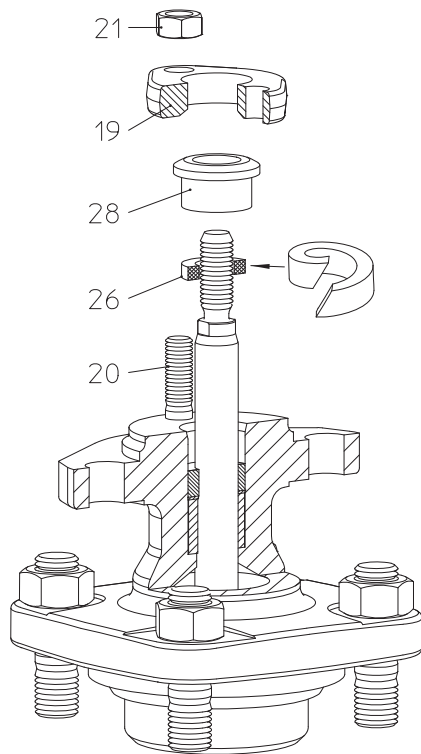
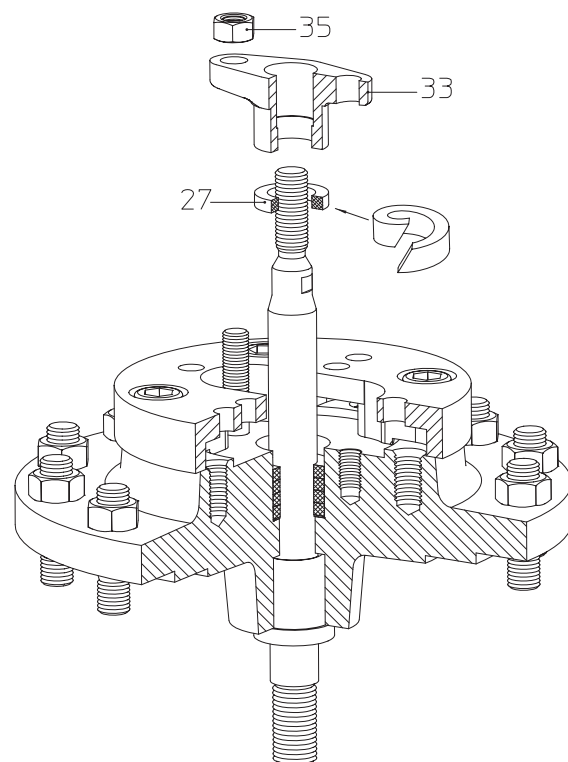

Fig. 11: Garniture presse-étoupe
Fig. 12: Garniture presse-étoupe
- Placer un nouvel anneau d'étanchéité (pos. 26), position de montage conformément à la Fig. 11 et Fig. 12.